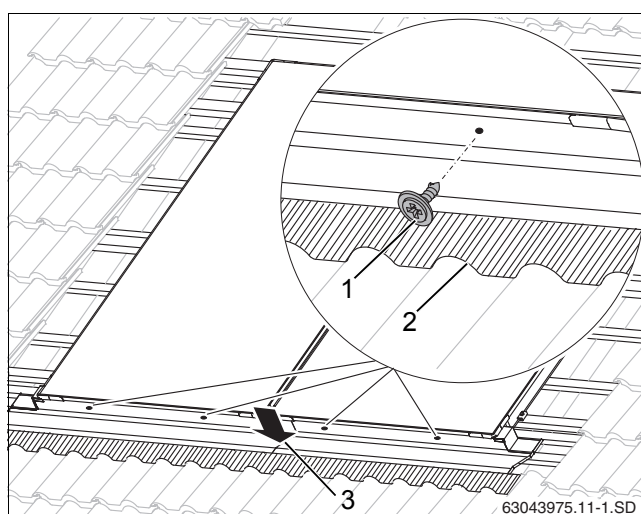

Рис. 47 Крепление нижних листов
- ▶ Заверните саморезы (длиной 12 мм, Рис. 47, [1]) с уплотняющими шайбами.
- ▶ Прижмите верхний лист к нижнему (рис. 47, [3]).
- ▶ Осторожно подгоните фартуки в передней зоне контура черепицы (рис. 47, [2]).